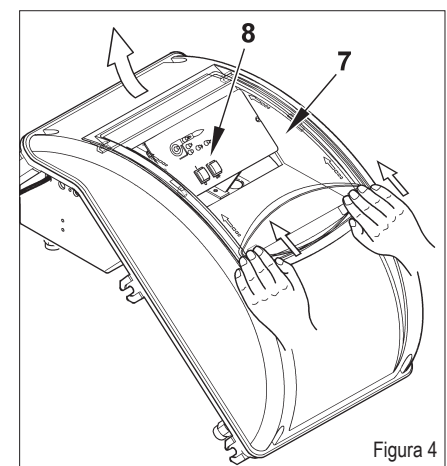

Figura 4
- 4) Para volver a cerrar la tapa del cuadro eléctrico, poner los 4 tornillos (1) ejercitando un par de apriete de aproximadamente 5 Nm para asegurar una correcta hermeticidad. Ahora, para acceder al panel de mandos (8), desenganchar la tapita transparente (7), y con una ligera presión con las manos en la dirección que indican las flechas de la figura 4, hacer que se deslice un poco y separarla de la tapa.